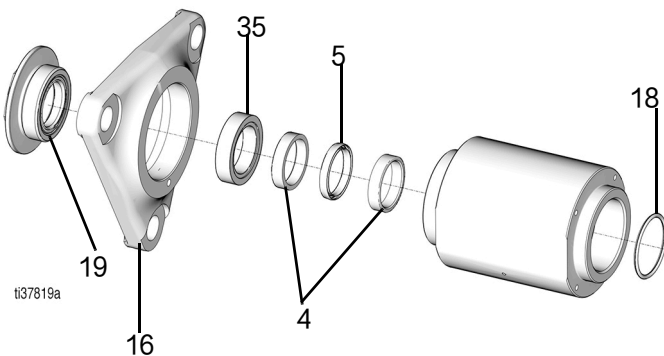

图 17
19. 拆下出口外壳适配器 (16) (图 17)。
20. 拆下隔圈 (35)、喉管密封 (5) 和喉管密封支撑环 (4) (图 17)。
21. 拆下 O 形面密封圈 (18) (图 17)。